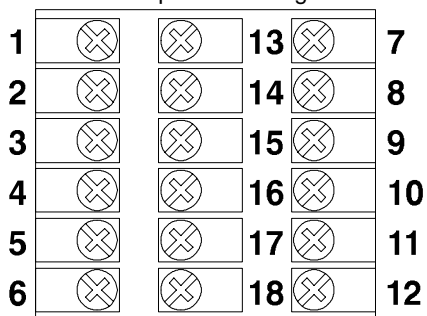

Fig. 10
3. Lossa ledningarna från anslutningarna på CB100-regulatorn. Märk alla ledningar med anslutningsnummer. Fig. 10 visar baksidan på CB100-regulatorn.